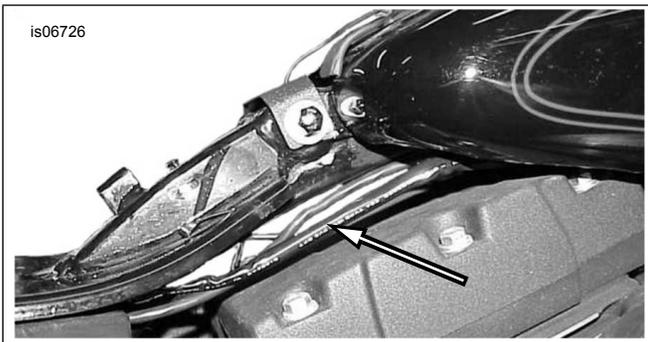

Figure 31. Acheminement des fils de l'émetteur vers le phare (Dyna)
1. Voir Figure 31. Utiliser les serre-câbles du kit pour attacher le fil restant de l'émetteur (blanc) et le conduit aux fils du véhicule menant au phare. Lever le réservoir à carburant. Acheminer les fils sous le réservoir, vers le phare.